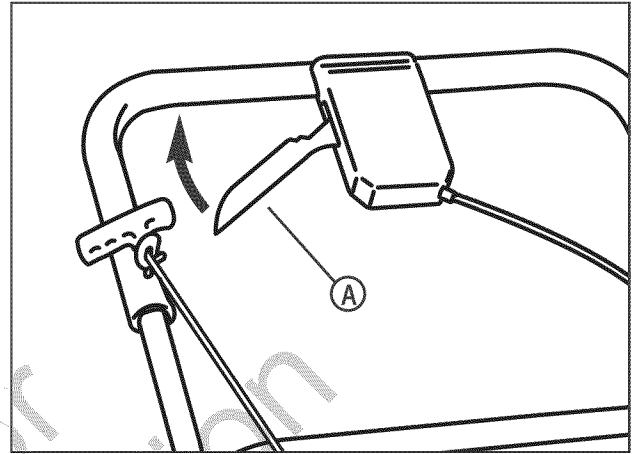

Figura 12: Operación del sistema de tracción de las ruedas delanteras
2. Tire de la palanca de tracción (A, Figura 12) completamente hacia atrás. El sistema de transmisión está ahora acoplado.